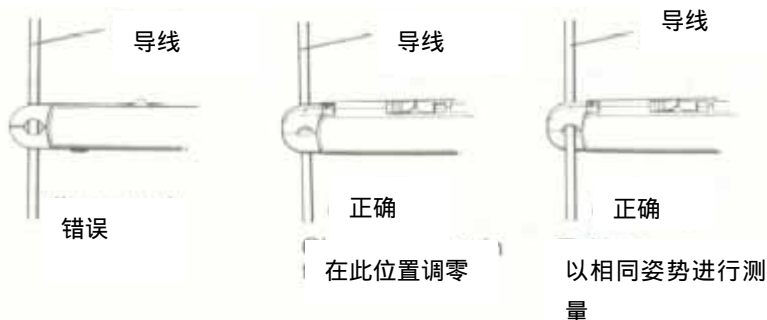

Fig. 4.
(4) 由于 2A DC 量程设计具有高灵敏度,地磁会影响显示读数(仅 DC 电流)。若检查靠近被测导体时的显示读数是否为零时,请将钳口按测量时的相同位置放于导体侧。如图 4: